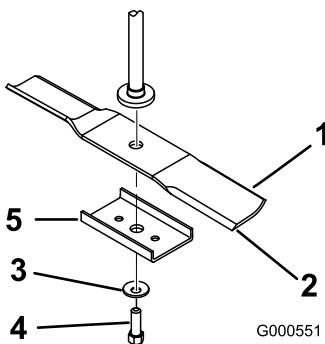

Figura 54
2. Retire a cavilha da lâmina, a anilha curva, esticador de lâmina e lâmina do eixo (Figura 54).
1. Instale a lâmina no veio (Figura 54).
2. Instale um esticador de lâmina, a anilha curva (lado oval virado para a lâmina) e o parafuso da lâmina (Figura 54).